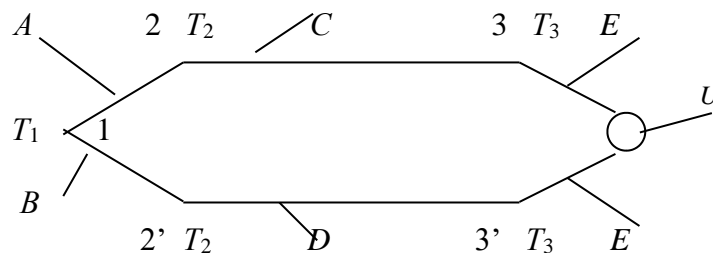

Рис. 1. Измерительная схема термодатчика
Измерительная схема термопарного датчика (рис. 1) составлена из рабочих термоэлектродов (A, B), удлинительных термоэлектродов (C, D), медных проводов (E) и вольтметра. Температура горячего спая равна T_1 , температура в месте подключения удлинительных электродов (контакты 2; 2') равна T_2 , температуры (T_3, T_3') холодных спаев (контакты 3; 3') составляют $T_0 = T_3 = T_3' = 0^\circ\text{C}$ (рис. 1).